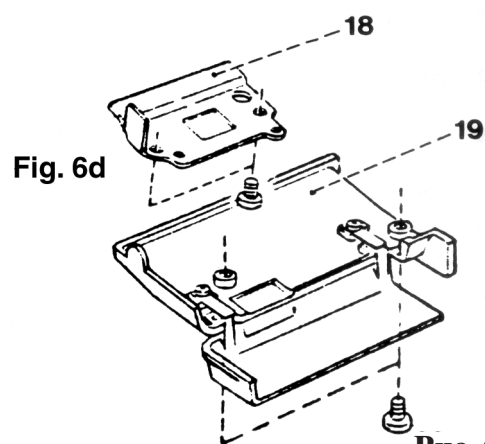

Рис. 6d
- Выкрутить два винта 68 на крышке рукавной части рабочей поверхности швейной машины (рис. 6d).
- Прикрутить крышку корпуса приводного механизма 18 и одеть пружину (рис. 6d).